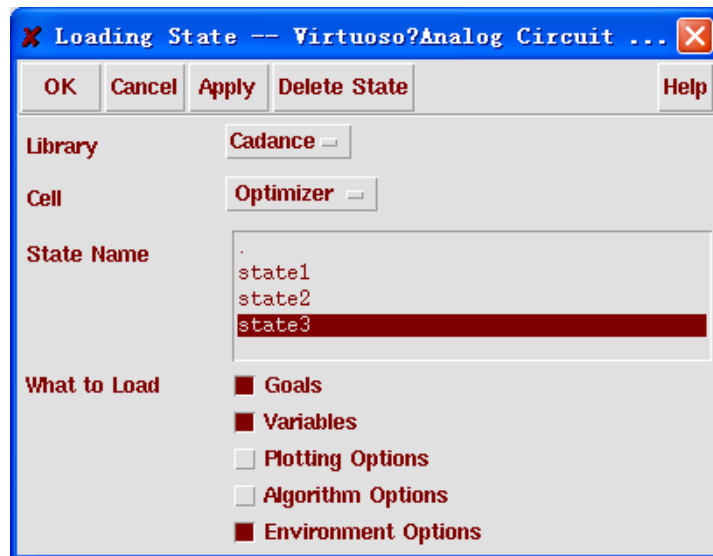

图 11.34 读取以前保存的对话状态
- 1) 选择“Session”→“Load State”，然后“Loading State”窗口弹出，如图 11.34 所示